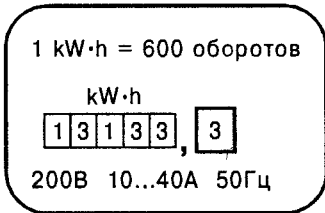

Рис. 1.37. Пример показаний на шкале квартирного электросчетчика для расчета уплаты за использованную электроэнергию
**Пример.** Показания счетчика в начале месяца 13133 кВт·ч, а показания в конце месяца — 13359 кВт·ч (рис. 1.37). Израсходовано электроэнергии:  $13359 - 13133 = 226$  кВт·ч. Существующий тариф (цена 1 кВт·ч электроэнергии) — 0,35 руб/кВт·ч. Сумма, которую нужно внести в кассу за использованную электроэнергию, составит:  $0,35 \text{ руб/кВт}\cdot\text{ч} \times 226 \text{ кВт}\cdot\text{ч} = 79,10$  руб.